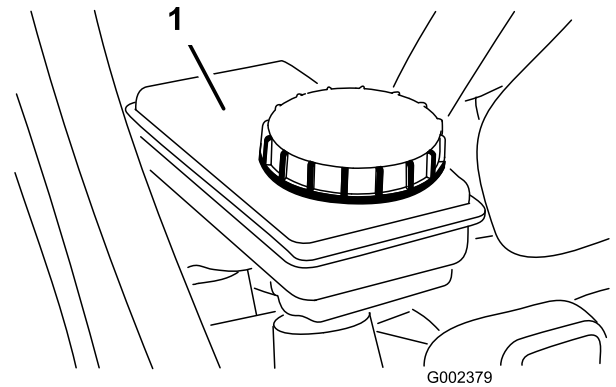

Figura 55
5. Asegúrese de que el nivel de fluido llegue a la línea Lleno del depósito (Figura 55).
6. Si el nivel de líquido es bajo, limpie la zona alrededor del tapón, retire el tapón y llene el depósito hasta el nivel correcto con el líquido de frenos especificado (Figura 55).